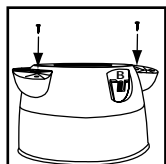

FIGURA 4
4. Asegúrese de que las bases de la rueda estén totalmente insertadas dentro del fondo del depósito y sujételas con los tornillos suministrados. **FIGURA 4**.